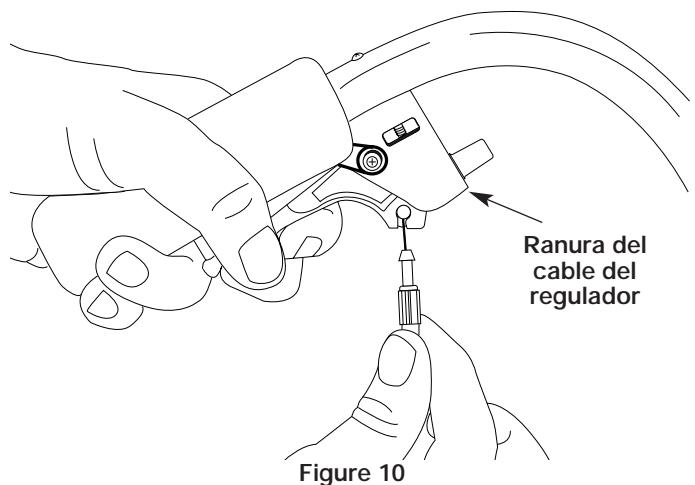

Figure 10
3. Con el gatillo del regulador oprimido, coloque el extremo del tambor del cable del regulador dentro del orificio del gatillo (Fig. 10).